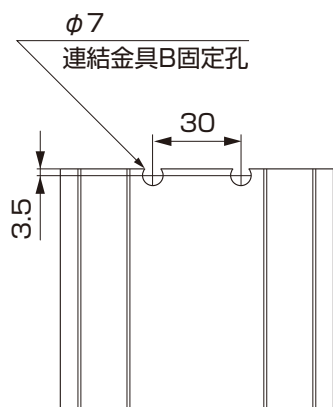

図3-3 縦枠加工位置
- ①表3-1を参照してサイド支柱・縦枠の型材上部側を所定の位置で切断してください。
- ②縦枠を切り詰めた場合、固定用の孔を加工してください。(図3-3参照)